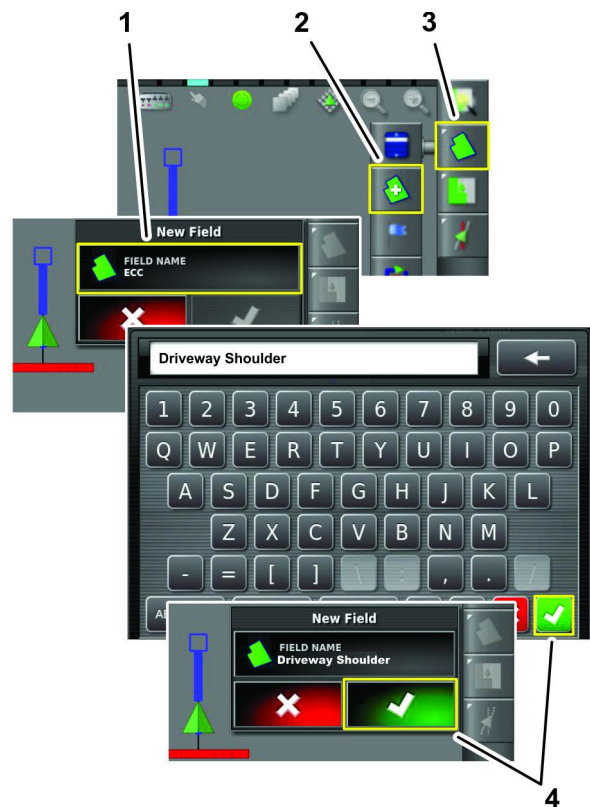

Figure 38
1. Appuyez sur l'icône Menu des champs, puis sur l'icône Limite de nouveau champ (Figure 38).
2. Appuyez sur l'icône Nom de champ (Figure 38).
3. Saisissez le nom du champ à l'aide du clavier virtuel, puis appuyez sur l'icône de confirmation (Figure 38).
4. Dans la boîte de dialogue Nouveau champ, appuyez sur l'icône de confirmation (Figure 38).